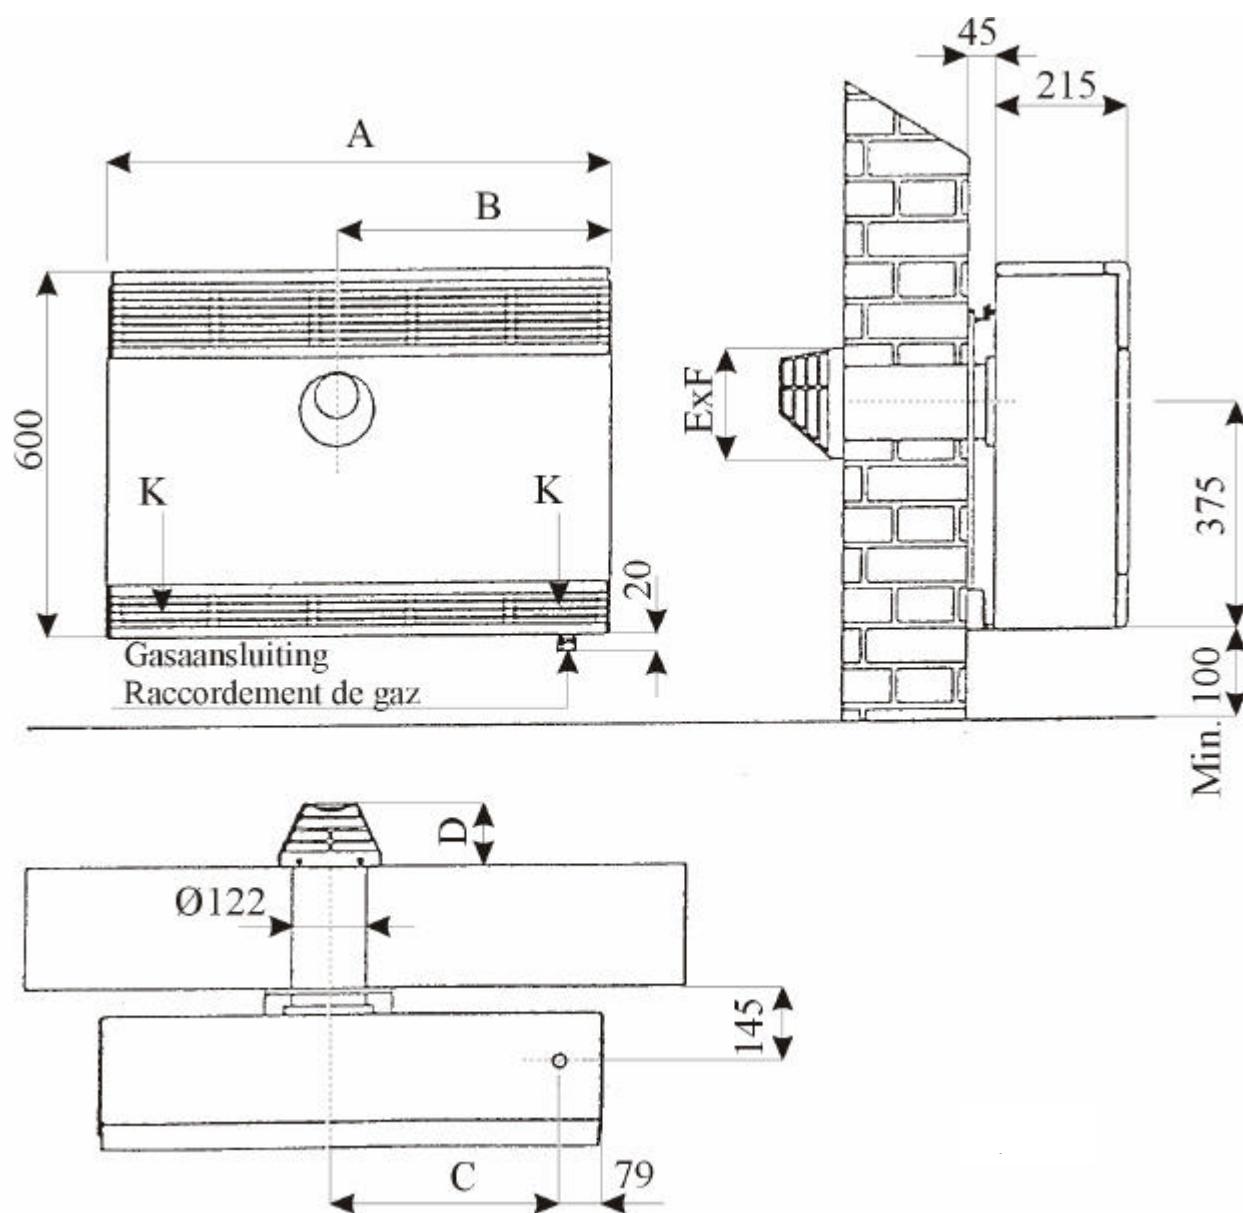

Fig. 1
- de schroeven K te worden verwijderd (fig.1)